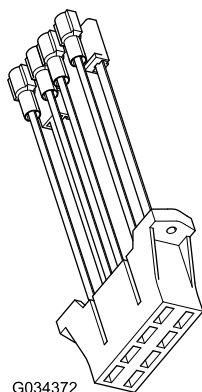

Figure 21
2. Si un circuit n'est pas disponible dans le porte-fusibles de la machine, installez le porte-fusibles auxiliaire (Figure 21) sur le porte-fusibles de la machine.